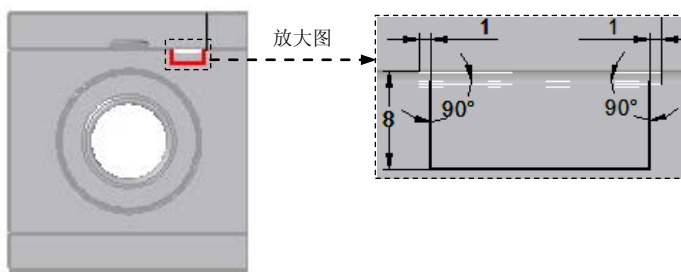

图 8.10.47 编辑草图
(4) 定义弯边尺寸。单击“轮廓步骤”按钮，编辑草图尺寸如图 8.10.47 所示，单击按钮，退出草图绘制环境。